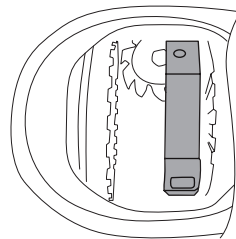

Рис. 5
7. Установите распорную муфту [4] в дифференциал (Рис. 5):